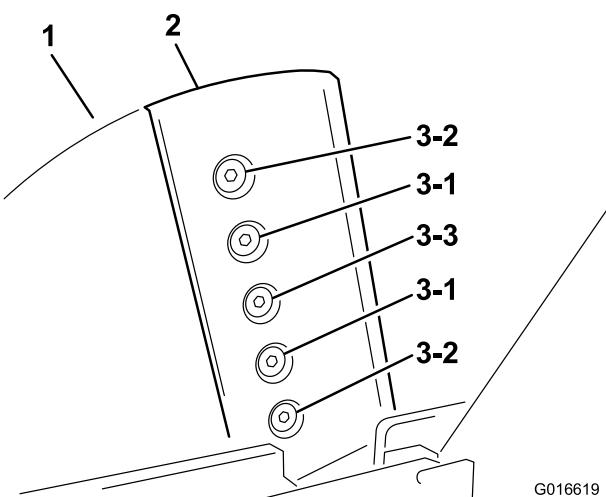

Figure 29
2. Tournez le volant hacheur à l'aide d'un bâton jusqu'à ce qu'il soit possible d'accéder aux boulons et contre-écrous qui fixent les lames au volant (Figure 29).
- 5. Commencez par serrer les boulons et écrous centraux, puis serrez les boulons et écrous extérieurs, et terminez en serrant les boulons et l'écrou intérieur. Voir l'ordre de serrage (Figure 29).